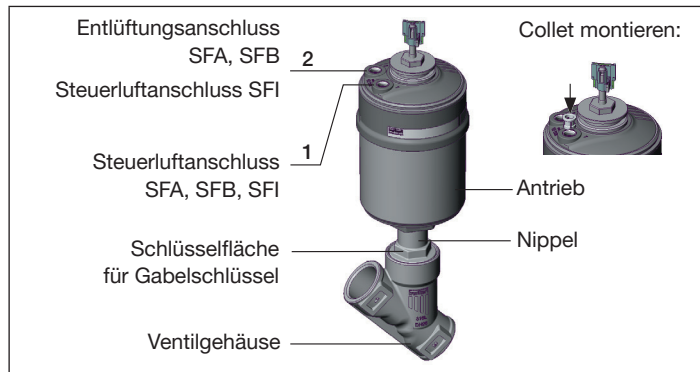

Bild 4: Einbau
- Bei Steuerfunktion A den Steuerluftanschluss 1 (siehe „Bild 4“) mit Druckluft (5 bar) beaufschlagen: Ventil öffnet.